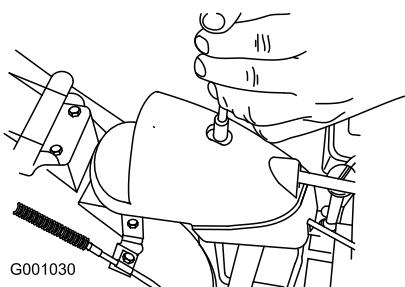

Figura 47
- Togliete l'elemento di fissaggio dal coperchio degli ingranaggi (Figura 47), alzate la parte anteriore del coperchio e spingetela indietro perché non intralci l'operazione.